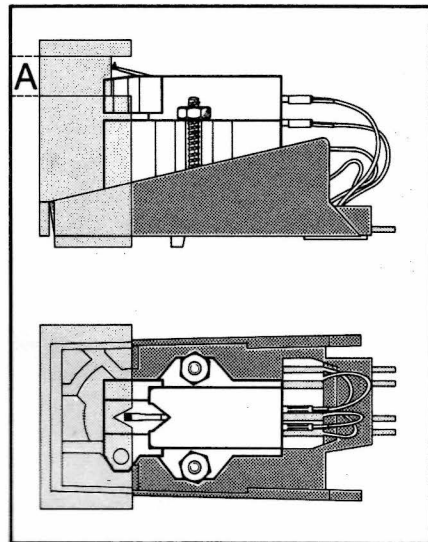

Fig. 16
3. Le montage de la cellule est correcte lorsque la pointe de lecture se trouve bien au centre de l'encoche du gabarit de montage et que, verticalement, la pointe de lecture se trouve à l'intérieur d'une plage A (fig. 16).